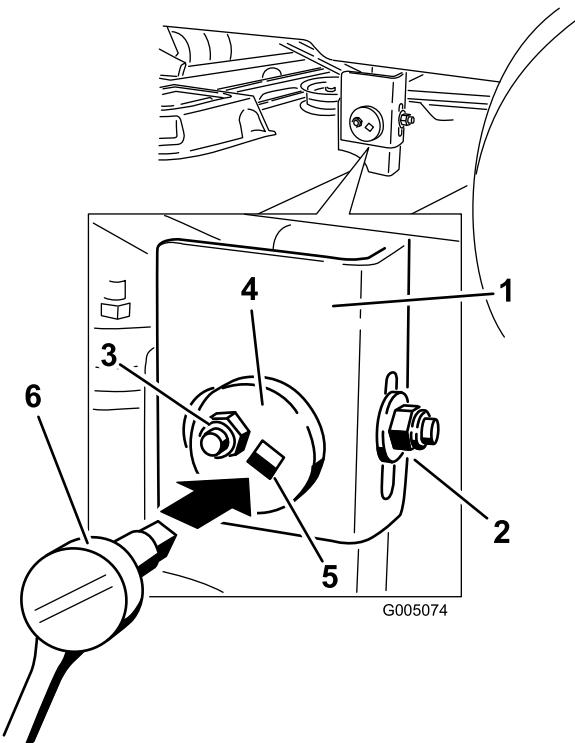

Figura 50
- Mueva al lado izquierdo de la máquina. Afloje, pero no retire, la tuerca de bloqueo trasera de la barra de soporte (Figura 50).
- Afloje la tuerca de bloqueo lateral de la barra de soporte lo suficiente para permitir ajustar la placa excéntrica (Figura 50). Utilice una llave de extensión de 3/8 pulgada de una llave de tubo para manipular la placa excéntrica. Utilice la llave para ajustar la altura de la plataforma del cortacésped a la altura deseada.
- Cuando la plataforma esté en la posición deseada, apriete la tuerca de bloqueo lateral de la barra de soporte para fijar la posición nueva (Figura 50). Apriete la tuerca de bloqueo trasera de la barra de soporte.